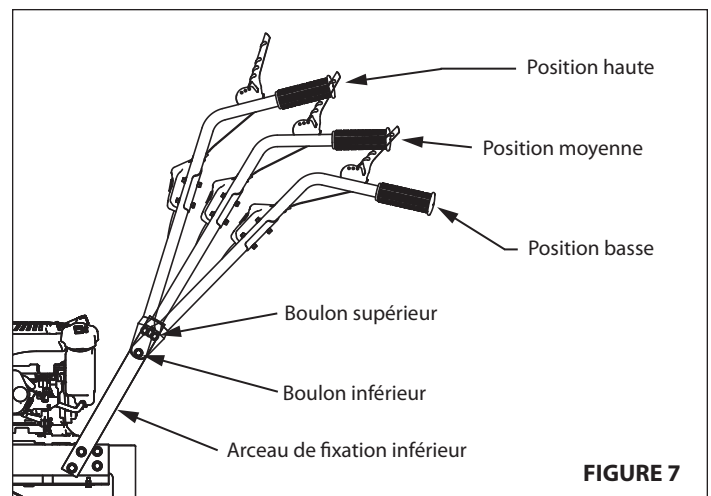

FIGURE 7
7. a. Monter la partie supérieure du guidon sur l'arceau de fixation inférieur avec quatre vis M8, quatre rondelles plates M8 et quatre écrous autobloquants M8. Les branches de guidon et les vis se placent sur l'extérieur de l'arceau inférieur, alors que les rondelles et les écrous se placent sur l'intérieur. **VOIR FIGURES 7 ET 8**
- b. Les deux vis supérieures peuvent être montées à travers l'un des trois trous au choix en fonction de la hauteur de guidon souhaitée (bas, moyen, haut). Pour la position haute, insérer la vis dans le trou le plus avant. Pour la position basse, insérer la vis dans le trou le plus arrière. **VOIR FIGURE 7**